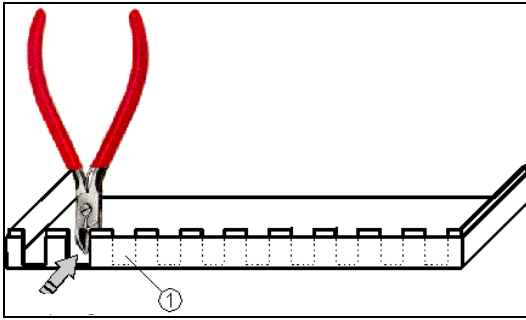

Fig. 4: Pasos para los cables
En la caja, liberar primero los agujeros por donde tienen que pasar los cables de alimentación de la red y los cables de las sondas y de la bomba. Hacer los agujeros donde se ha fabricado el material más ligero para cortarlo (Fig. 4, pos. ①). Cada cable precisa de dos cortes en la pared de la caja plástica. Como utensilio de corte, utilizar una cuchilla para cables o unos alicates de corte lateral para electrónica. El corte debería tener, como máximo, 2 mm de profundidad respecto al fondo de la caja. A continuación, cortar la lengüeta plástica en cuestión moviéndola de un lado para otro.